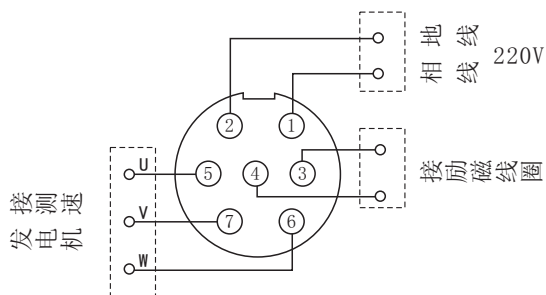

图2 七芯航空插头引出线
JD1A型控制器的接线简单方便，输入和输出线都通过面板下方的七芯航空插座进行连接，插座各芯与相应各线的连接见图2。
- 1、控制器按图2接线检查无误后再进行下一步。